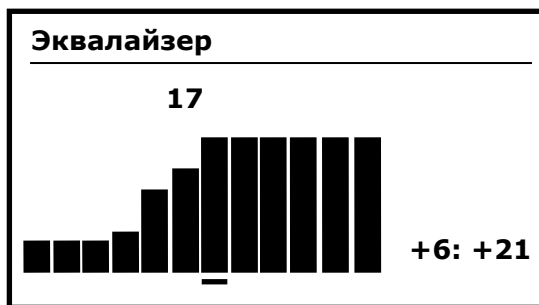

Рис. 22
- «ЭКВАЛАЙЗЕР» позволяет настраивать различную громкость звучания для сигналов с разными числами **VDI**. Диапазон чисел **VDI** разбит на **12** секторов. Для каждого сектора возможно изменение громкости от **0** до **17**. При установке значения **0** звук будет отсутствовать, **17** - громкость звучания для данного сектора будет максимальной. Для входа в режим настройки эквалайзера нажмите кнопку [+]. На экране появится меню настройки эквалайзера (Рис. 22):